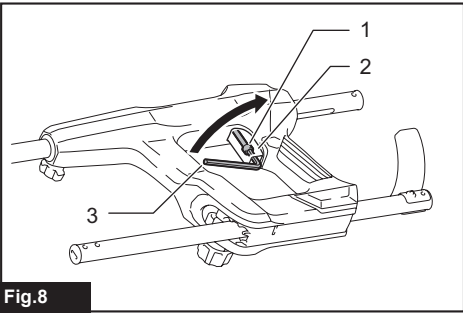

Fig.8
► Fig.8: 1. Bolt 2. Handle lever 3. Hex wrench
► **Fig.8:** 1. Parafuso passante 2. Alavanca da empunhadura 3. Chave sextavada